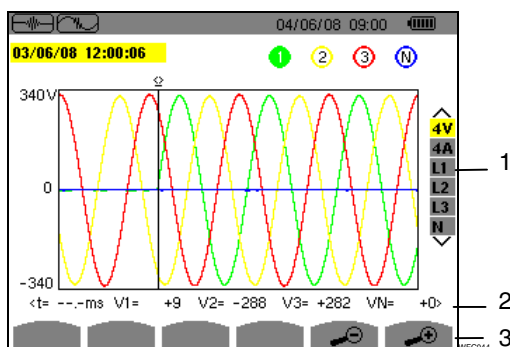

Abbildung 22: Beispiel für die Anzeige von Transienten in Form von Kurven bei der Anschlussart Dreiphasig 5 Leiter
3. Wählen Sie die anzuzeigenden Kurven durch Drücken der Tasten . Das gewählte Feld ist gelb hinterlegt (Abbildung 22, Kennz. 1). Bestätigen Sie durch Drücken auf .